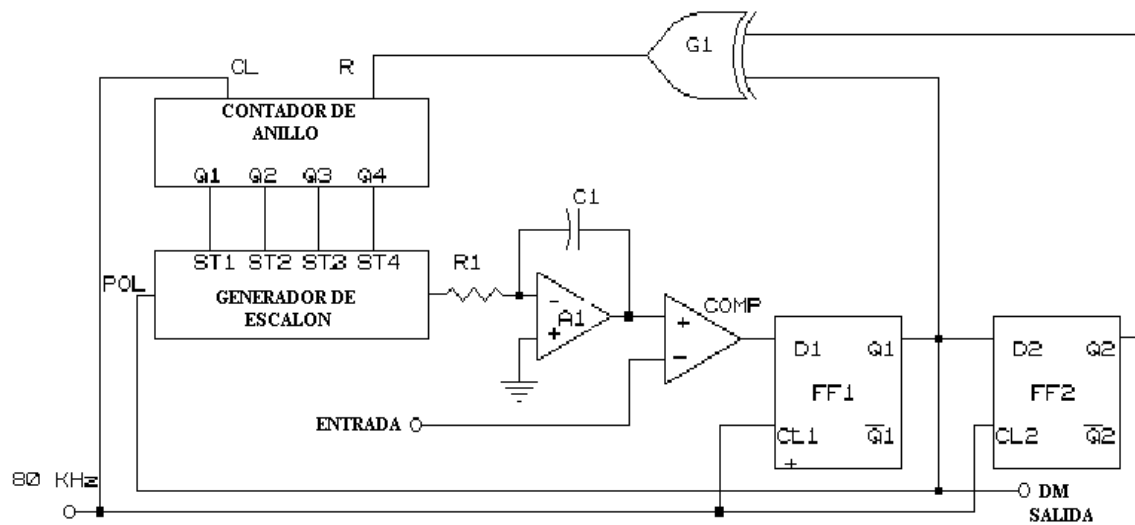

Figura 8.3
1. Arme el circuito de la figura 8.3.